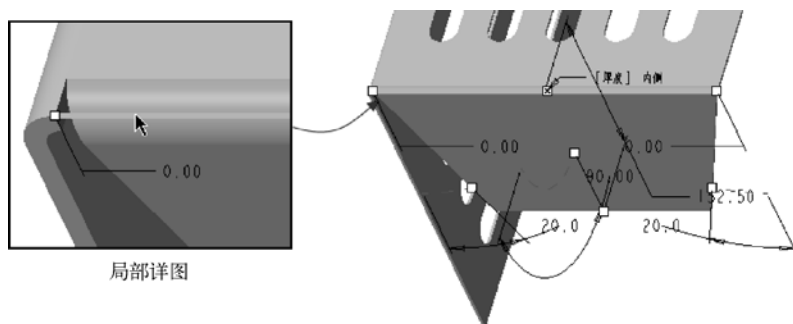

图 5-89 选择连接边
(1) 在功能区“模型”选项卡的“形状”组中单击  (平整) 按钮, 打开“平整”选项卡。
(2) 在“平整”选项卡的“形状”下拉列表框中选择“梯形”选项, 并在  (角度) 下拉列表框中选择“90.00”。
(3) 选择图 5-89 所示的边线作为连接边。